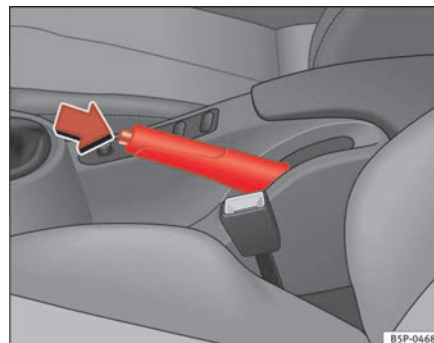

Fig. 145 Freno de mano entre los asientos delanteros
⇒ fig. 145.
- Tire ligeramente de la palanca hacia arriba, presione el botón de desbloqueo en la dirección de la flecha ⇒ fig. 145 y baje completamente la palanca ⇒